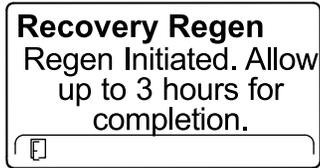

Figura 61
6. O InfoCenter apresenta a mensagem do tempo até à conclusão (Figura 61).